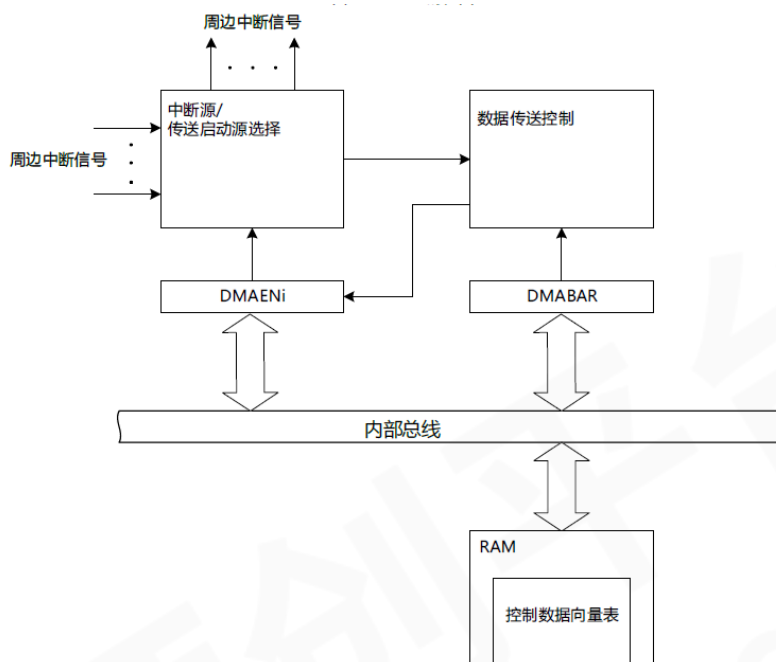

图 8-1: DMA 框图
- 如图 8-1 中的中断信号一样，ADC 的中断信号传输到 DMA 模块触发 DMA 传输，每完成一次 ADC 转换，传输计数器减 1（初始值为 16），当传输计数器从 1 减到 0 的时候，响应 ADC 中断服务程序，用户程序可从内存读取这 16 次的 ADC 转换结果。